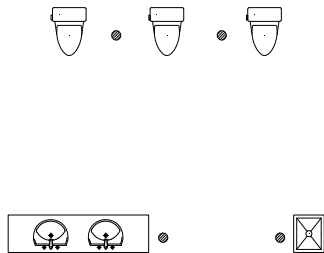

图 10-63 打开开全部层素材
① 按 Ctrl+O 组合键，打开配套光盘提供的“第 10 章/ 10.2.8 开全部层.dwg”素材文件，结果如图 10-63 所示。